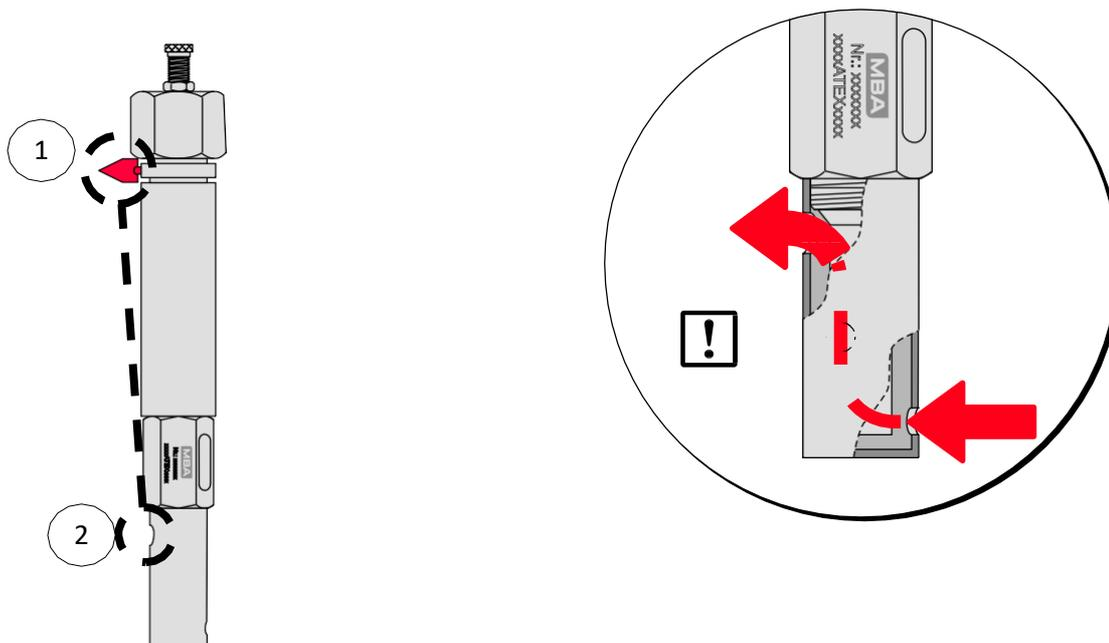

Abbildung 4
- das untere Eintrittsloch an der Sonde gegen die Strömung ausgerichtet ist und das obere Austrittsloch in Strömungsrichtung zeigt. Der rote Pfeil (Abbildung 4) zeigt in die Strömungsrichtung und hilft bei der Ausrichtung der Sonde.
Die Eintrittsöffnung der Sonde muss gegen die Strömung zeigen. Der Richtungspfeil (Abbildung 4) hilft bei der Ausrichtung der Sonde. Dazu muss die Position des Richtungspfeils vor dem Einbau geprüft werden (Kapitel: 3.3).